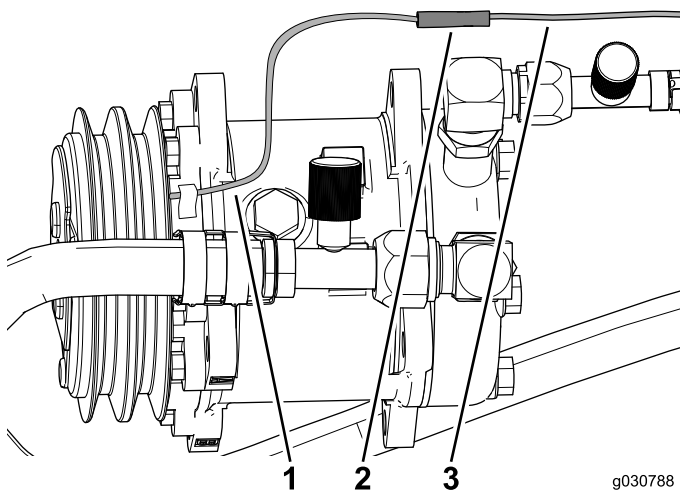

図 51
3. エアコン用コンプレッサから出ている電線をワイヤハーネスのコネクタに接続する図 51。